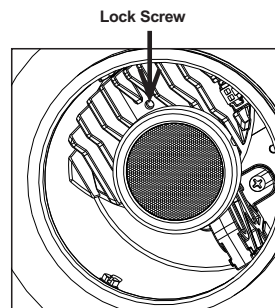

Figure 10
Step 3. Use 1/16" allen wrench to lock fixture adjustment if desired (Fig. 10).
Paso 3. Use una llave Allen de 1/16 in para fijar el ajuste del artefacto si lo desea (Fig. 10).